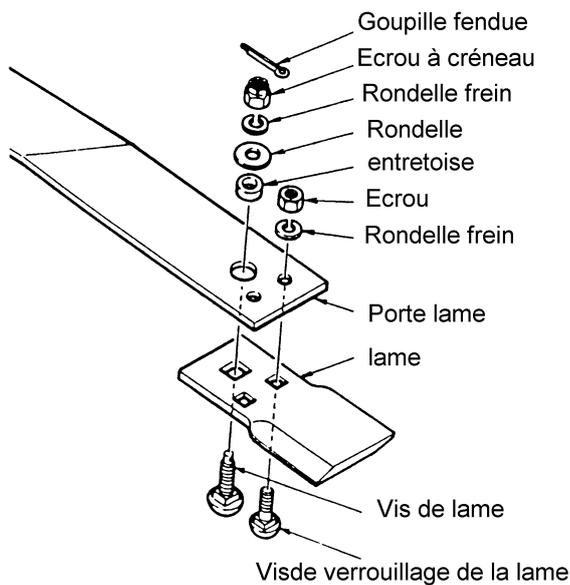

Figure 23
- Echange de la lame : Dévissez l'écrou et la vis de verrouillage, puis la goupille fendue, l'écrou à créneau et la vis de lame (Figure 23).